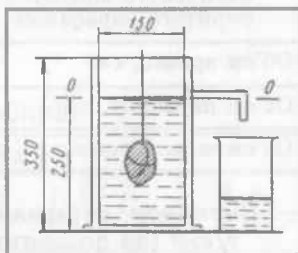

Рис. 48. Об'ємомір
1. Залийте воду в об'ємомір (рис. 48) трохи вище трубки і зачекайте, поки надлишок води стече. Потім під трубку підставте порожню зважену склянку.